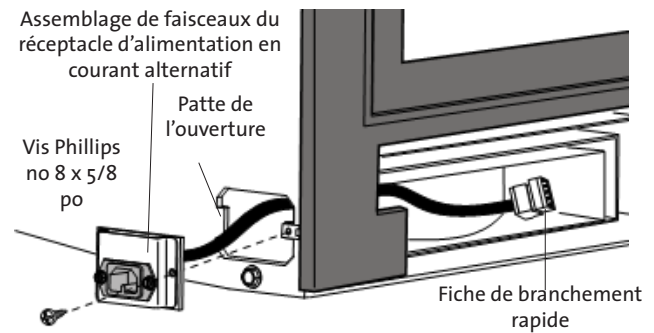

Figure 10. Emplacement du câble dans le réceptacle d'alimentation en courant alternatif.
2. Insérez le réceptacle d'alimentation en courant alternatif à travers l'arrivée du côté approprié de la chambre de combustion. Voir la figure 10. Retirez la vis Phillips no 8 x 5/8 po déjà en place et insérez le couvercle avec la patte dans l'ouverture. Remplacez la vis.